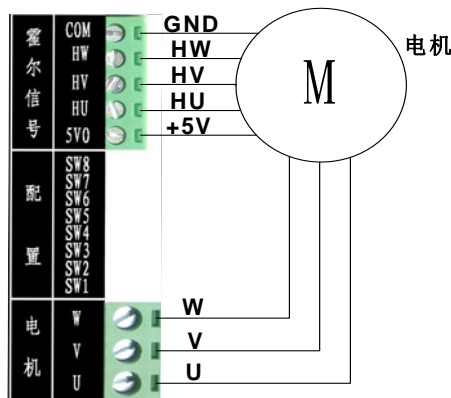

图 3.4 电机接线图
- 1) 断开驱动器电源。将电机的U、V、W三相电源线接到驱动器电机接口的U、V、W，将电机的霍尔传感器电源线正负极（通常正极为红色，负极为黑色，具体参照电机的相关资料）分别接到驱动器霍尔信号接口的 5VO和COM，霍尔传感器的三霍尔位置信号线接到驱动器霍尔接口的HU、HV、HW，如图 3.4 所示。